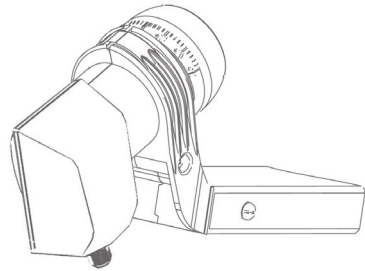

Fig. 2
2. Impostare l'angolo di inclinazione corretto dell'LNB ruotando l'LNB in senso orario o antiorario: l'angolo di inclinazione dell'LNB (α) dipende dalla posizione del luogo di installazione della parabola e dal satellite da ricevere. Eseguire la regolazione fine dell'angolo di rotazione utilizzando un misuratore di campo idoneo alla misurazione dei segnali satellitari (Fig. 2).
2. Set the correct tilt angle of the LNB by rotating the LNB clockwise or counterclockwise: the tilt angle of the LNB (α) depends on the location of the satellite dish antenna installation and the satellite to be received. Fine angle adjustment turning should be done using a satellite signal meter (Fig. 2).